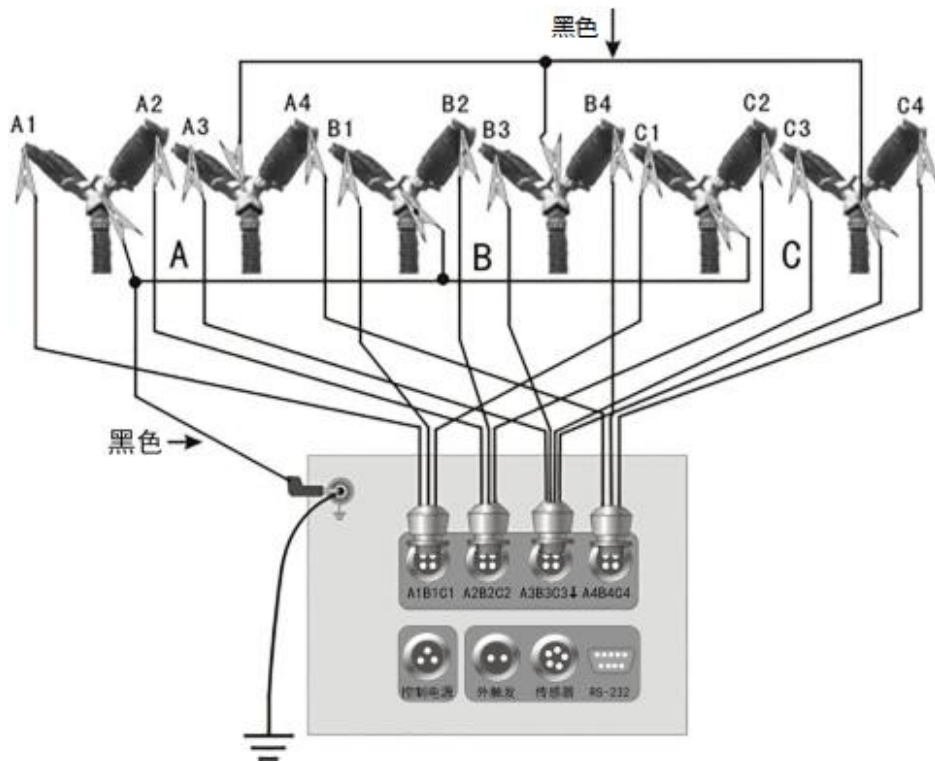

图 11 十二断口接线图
(3) 双端接地开关：对于双端接地开关，仪器配有专用的测试线，如图 11 所示：